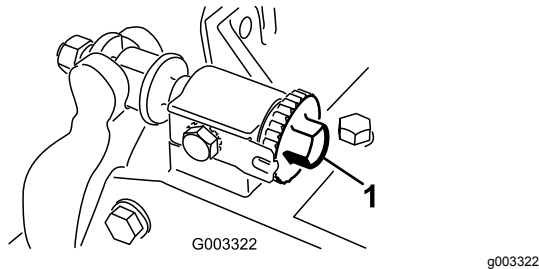

Figura 12
2. Rode os parafusos de ajuste da barra de apoio no sentido contrário ao dos ponteiros do relógio para assegurar que a barra de apoio não entra em contacto com o cilindro (Figura 12).